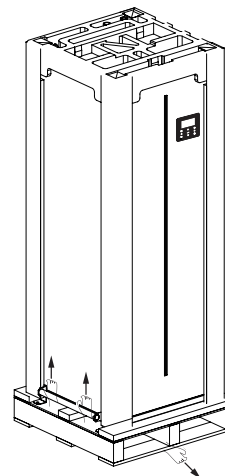

Fig. 2-4
- Quatre personnes tiennent la tôle durant le levage de l'appareil, l'une d'entre elles tire la base en bois (voir Fig. 2-4).